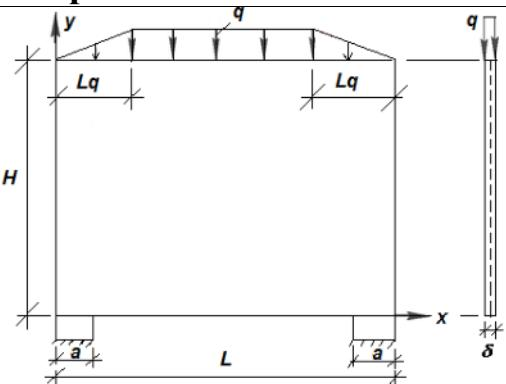
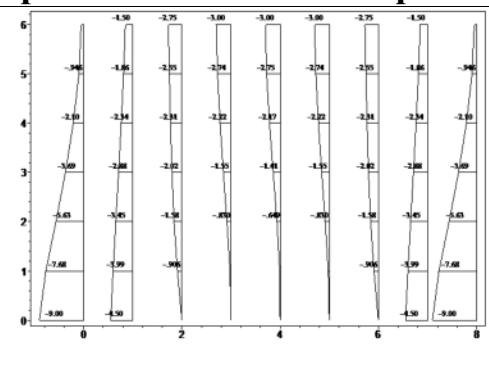

Рис.6.1
Рис.6.2
6. На рис. 6.1 показана балка-стенка, на рис. 6.2 показаны эпюры